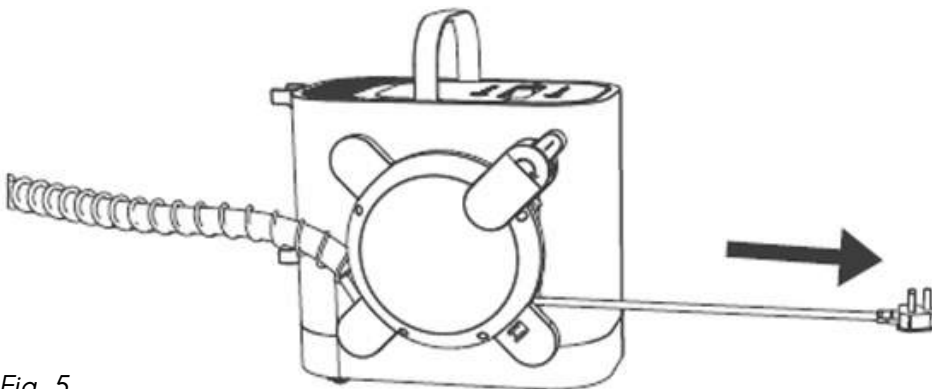

Fig. 5
3. Trek het netsnoer uit het automatische snoeropwindrek (zie Afb. 5).